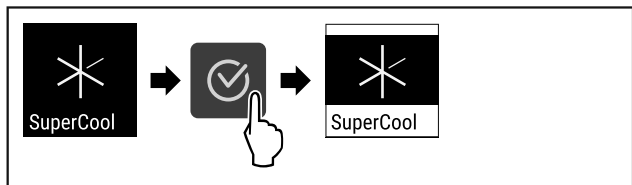

Fig. 73
- ▶ Følg anvisningene (se Fig. 73).